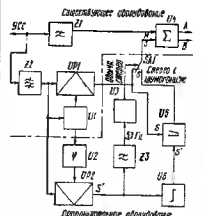
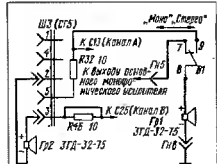

Рис. 4
Рис. 1
Как следует из рис. 4, структурная схема декодера включает в себя все узлы, необходимые для декодирования обычного КСС: фильтр НЧ (до 15 кГц) Z1, полосовой фильтр Z2, синфазный детектор UP1, формирователь коммутующих импульсов U1 и суммирующе-вычитающую матрицу U4 и, кроме того, фазовращатель U2, демодулятор квадратурного сигнала U3, фильтр НЧ (до 5,1 Гц) Z3, детектор сигнала опознавания U3, цепь коррекции U6 и эквалайзер U5, восстанавливающий первоначальный динамический диапазон разностного сигнала. Операция эквидирования, уменьшая в  $\rho(t)$  раз уровень сигнала  $U_1$ , во столько же раз уменьшает уровень шумов и помех в дополнительном канале. За счет этого обеспечивается режим с шумоподавлением. Выбор обычного режима или режима с шумоподавлением может быть сделан переключателем SA1 либо вручную, либо автоматически с помощью сигнала опознавания. С этой целью декодер и должен быть снабжен детектором сигнала опознавания U3.
Свободные контакты 7, 8 и 9 переключателя В1 необходимо распаять согласно рис. 1 и подключить к ним вторичный громкоговоритель ЗГД-32-75. Обозначения деталей здесь и далее соответствуют рис. 4 15 (2) платы УВБ принципиальной схемы приемника «Ленинград-006-стерео», приведенной в кюите И. Крупинина «Радиоаппаратура звукозаписи высшего и первого класса» (М.: Связь, 1981, с. 359). В результате, когда переключатель В1 будет находиться в положении «Моно», через его замкнутые контакты 7 и 8 встроенный громкоговоритель Гр1 окажется подключенным к выходу основного монофонического усилителя приемника. При переводе переключателя в положение «Стереосtereo» замкнутся его контакты 6, 9 и громкоговоритель Гр1 будет подключен к выходу канала А встроенного телефонного стереофонического усилителя приемника.
Второй (дополнительный) громкоговоритель Гр2 следует подключить к контактам 2, 3 разьема ШЗ (СФ5). При этом нужно соблюсти указанную на рис. 1 полярность подключения выводов дополнительного громкоговорителя. Помимо указанных изменений необходимо замкнуть накоротко резистор R46 (рис. 1).